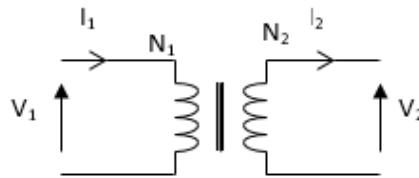

Figure 37. Symbole d'un transformateur.
- **Symbole du transformateur** : le symbole du transformateur est donné sur la figure 37.